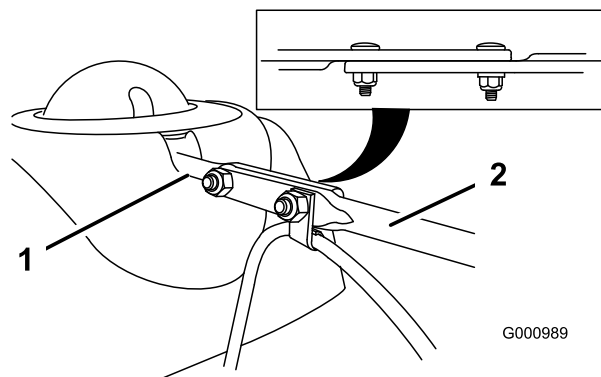

Рисунок 10
3. Совместите плоский задний конец длинного штока управления желобом с плоским передним концом короткого штока, который выступает из панели управления, таким образом, чтобы они образовали единое целое (Рисунок 10).